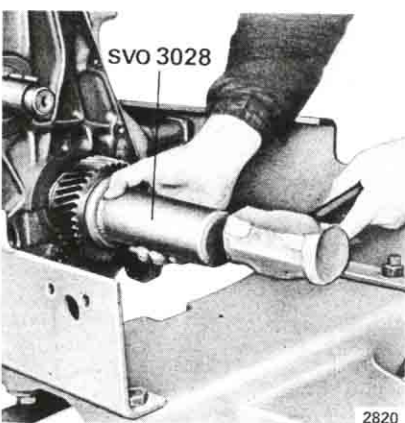

Fig 33. Montering av vevaxeldrev.
6. Montera de båda kilarna på vevaxeln och driv försiktigt på kuggdrevet med dron SVO 3028, se fig 33. För att underlätta monteringen är det lämpligt att värma drevet till 80° C. Detta görs lämpligen genom att lägga det i ett kärl med olja, som uppvärms på en värmeplatta samtidigt som temperaturen avläses på en i oljan nedsänkt termometer. Öppen låga eller metod där temperaturen inte går att kontrollera får inte användas.